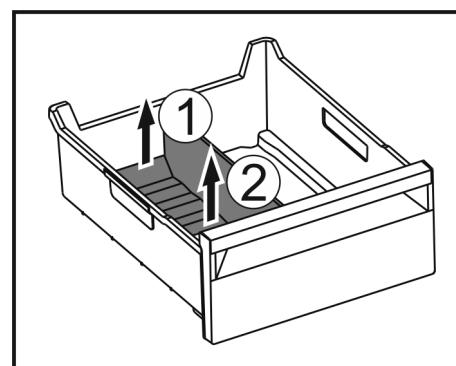

Fig. 140
- Hinteren Teil des Eisfach-Trenners anheben. Fig. 140 (1)
- Eisfach-Trenner nach oben entnehmen. Fig. 140 (2)